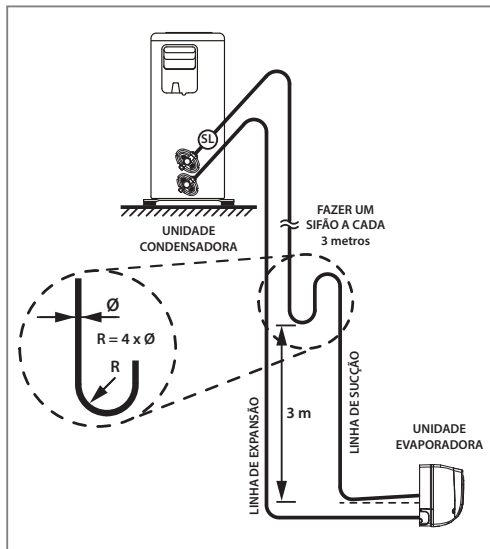

FIG. 12 - LINHAS DE INTERLIGAÇÃO
1. Quando a unidade condensadora estiver em um nível superior ao da unidade evaporadora, fazer sifões nas subidas da linha de sucção a cada 3,0 metros; considerando desde a saída da evaporadora (Fig. 12).
3. Inclinare as linhas horizontais de sucção no sentido do fluxo. (Fig. 12)